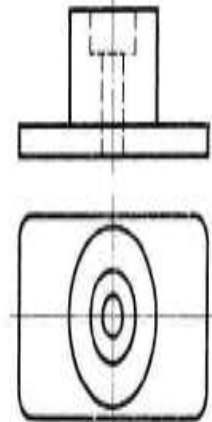

Рис. 4.11
3. З'єднати половину вигляду спереду з половиною фронтального розрізу (рис. 4.11).